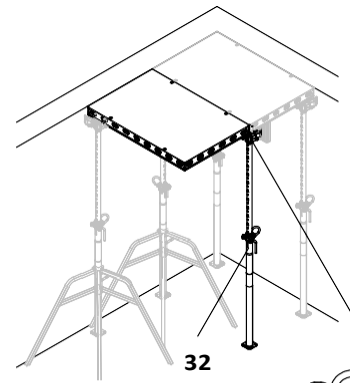

Fig. D2.07
3. Преди кърпежа закачете опорната глава от последната подпора към елемента, като използвате двата зъба. Другите два зъба остават неизползвани. (Fig. D2.07 + D2.07a)